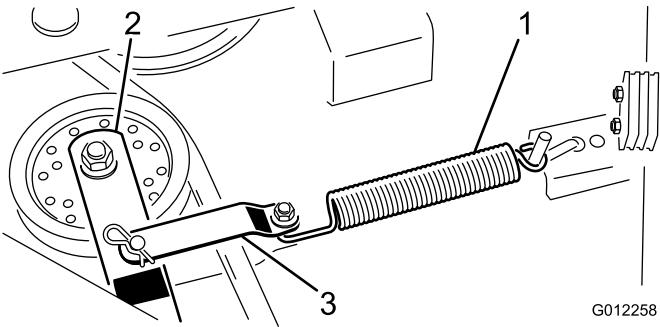

図 22
- アイドラームブラケットからスプリングを外してベルトに掛かっているテンションを解放する(図22)。アイドラームブラケットをアイドラームに留め付けているコッターピンとクレビスを取り外す。
7. コッターピンとクレビスピンを使って、アイドラーームブラケットをアイドラーームに固定する（図 22）。アイドラーームブラケットにスプリングをかける。この状態で、スプリングがおよそ18cmの長さに伸びていれば、駆動ベルトに適切なテンションが掛かっている。スプリングがこの長さになっていない場合には、スプリングロッドの位置をやや遠い取り付け穴に変更して、スプリングの長さが出るようにする。